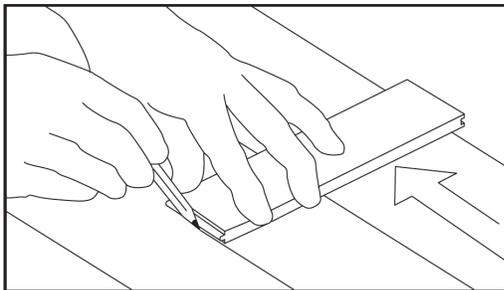

Figure 13
- Si le mur n'est pas droit, tracez un trait sur la première planche (**Figure 13**) si nécessaire pour maintenir l'alignement avec la ligne de craie. Installez une planche sacrificielle (ayant un bord droit) en utilisant les éléments de fixation qui conviennent au sous-plancher. Si une planche est utilisée pour la rangée de départ, assurez-vous que la rainure fait face au mur;
- Alignez la première rangée avec le mur en utilisant des cales afin de maintenir un jeu de dilatation de 1/2 po (13 mm) en place et de stabiliser le produit. Si le mur n'est pas droit, tracez un trait sur la première planche (**Figure 13**) si nécessaire pour maintenir l'alignement avec la ligne de craie.